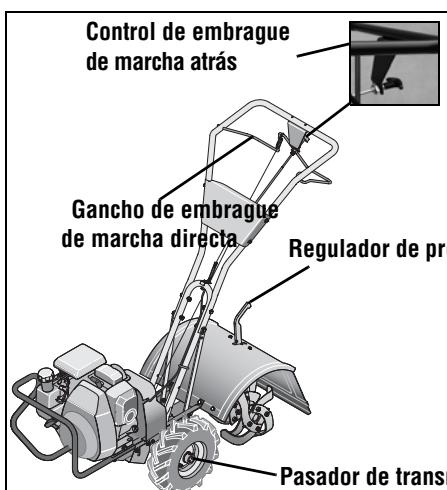

Fig. 4-1
- (a) Jale el gancho del embrague de marcha directa (Fig. 4-1) hacia arriba contra la barra de control. Suelte el gancho para detener el movimiento hacia adelante de las ruedas y los dientes.